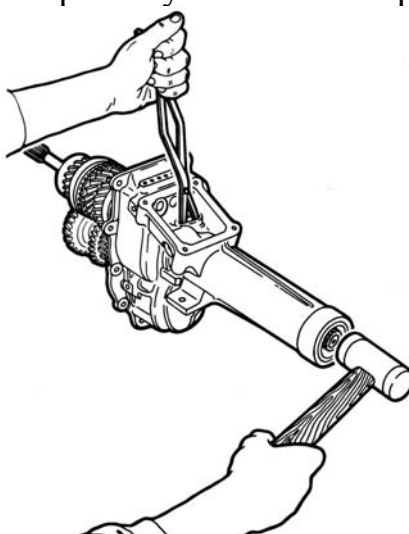

Рис. 4.17. Демонтаж комплекта валов и шестерен из заднего картера
– через отверстие под корпус рычага переключения передач (с помощью щипцов) развести усы стопорного кольца шарикового подшипника вторичного вала (при этом кольцо утопится в выточке заднего картера) и выпрессовать вторичный вал в сборе с подшипником из гнезда в заднем картере, воздействуя на задний торец вторичного вала (рис. 4.17). При этом одновременно из заднего картера выдвинется промежуточный вал с внутренними обоймами конических подшипников и ось в сборе с промежуточной шестерней заднего хода;